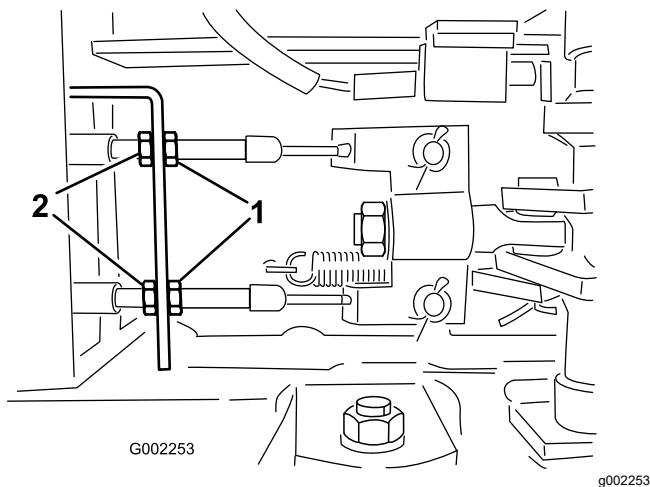

Figura 139
5. Afloje las contratuercas delanteras de los cables de freno, debajo del extremo delantero del fumigador (Figura 139).
6. Apriete las contratuercas traseras en la misma cantidad hasta que el pedal de freno recorra entre 1 a 2 cm antes de que se note resistencia (Figura 139).